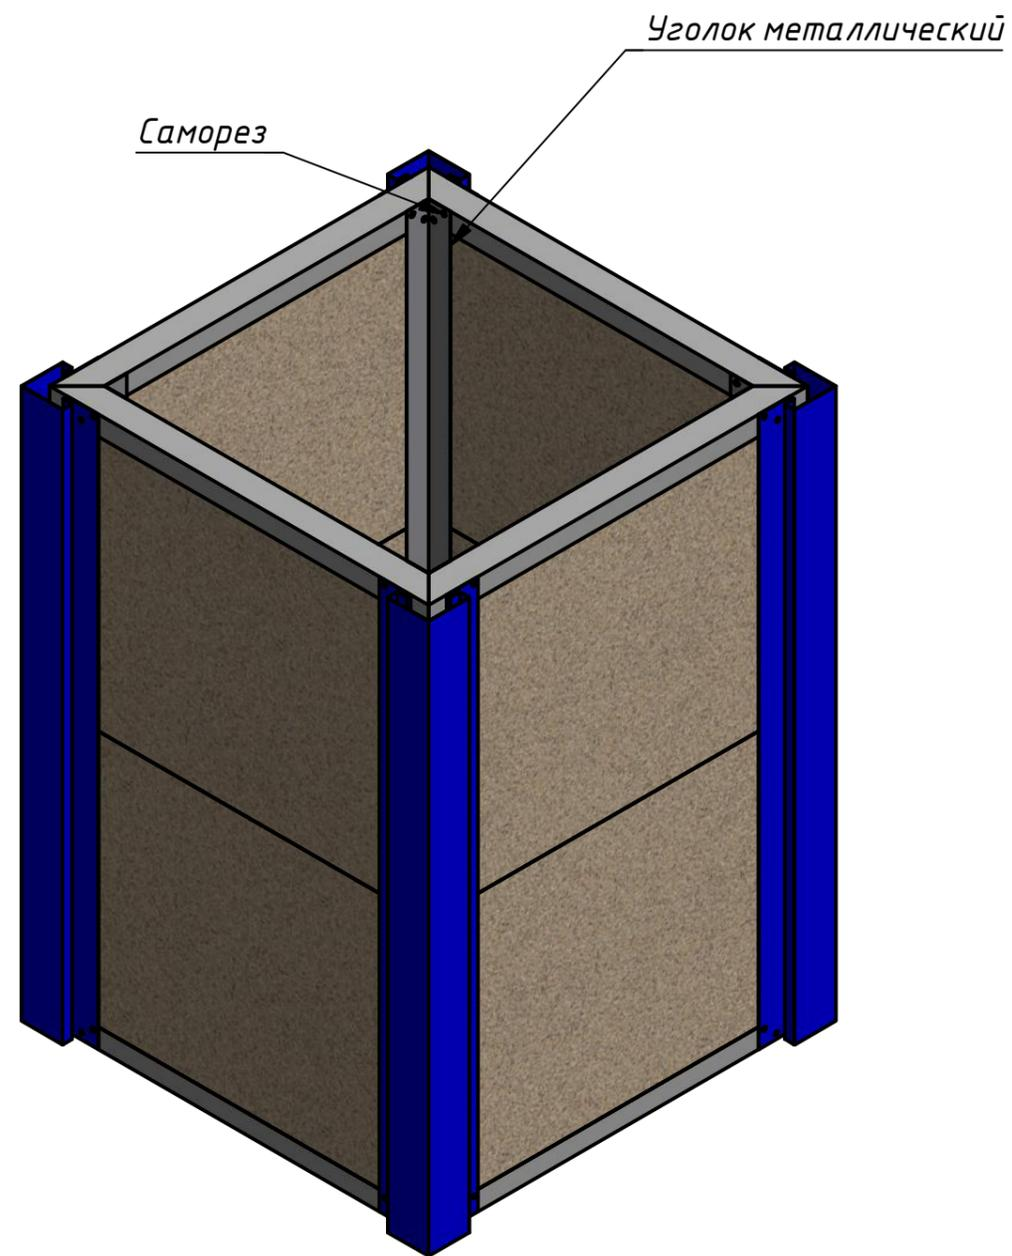

Рис. 10
4.2.5. Осуществить фиксацию плит теплоизоляции с внутренней стороны уголками металлическими 40х40 из листовой стали 0,5 мм (рис. 10)